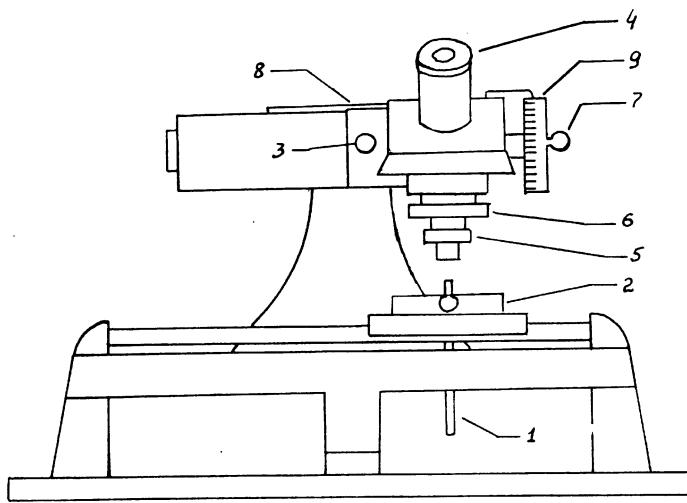

Рис. 3
Время t истечения воды измеряется секундомером, объем V вытекшей воды -- мензуркой (5), что позволяет определить расход $Q=V/t$. Высота столба жидкости h измеряется с помощью горизонтального микроскопа (4), закрепленного на стойке. Длина капилляра L измеряется миллиметровой линейкой. Особое внимание нужно обратить на измерение радиуса (диаметра D) капилляра R ($D=R/2$), поскольку эта величина входит в формулу (8) в четвёртой степени и точность её измерения во многом определяет погрешность опыта. Рассмотрим на примере микроскопа Мир-12 (рис. 3) порядок действий по измерению внутреннего диаметра капилляра.
1. Закрепить вертикально капилляр (1) вместе с пробкой в специальном держателе (2) и поместить в прорезь предметного столика микроскопа Мир-12. Установить капилляр так, чтобы его торец был виден в окуляр.
2. Провести грубую фокусировку посредством вертикального перемещения микроскопа. Для этого предварительно освободить винт (3), затем вращением оправы (4) навести окуляр на резкость по изображению штриха и шкалы окуляра.